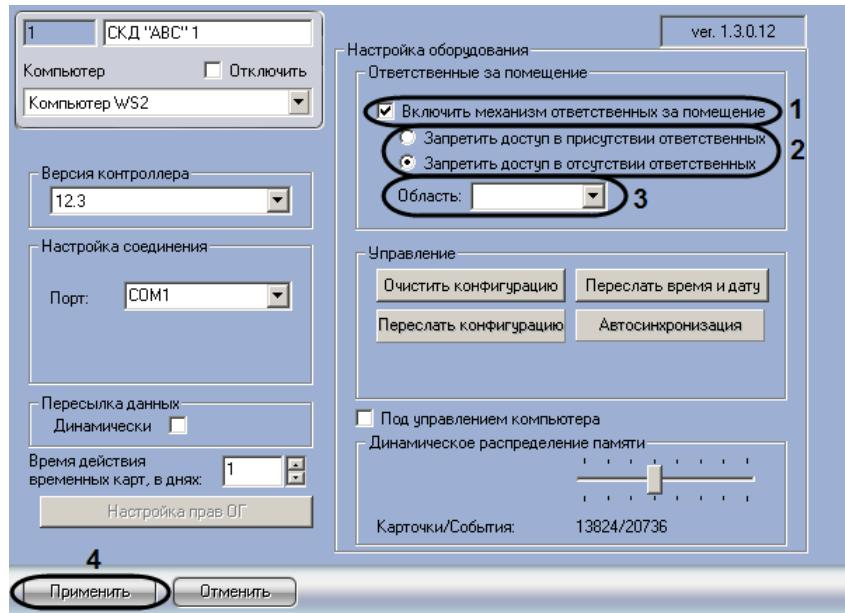

Рис. 3.2—10 Настройка механизма ответственных за помещение
2. Перейти на панель настройки объекта СКД “ABC” (Рис. 3.2—10).
3. Для включения механизма ответственных за помещение установить флагок **Включить механизм ответственных за помещение** (см. Рис. 3.2—10, 1).
4. В случае, если требуется запретить доступ в помещение в присутствии ответственных, установить переключатель в положение **Запретить доступ в присутствии ответственных**. В случае, если требуется запретить доступ в помещение в отсутствие ответственных, установить переключатель в положение **Запретить доступ в отсутствии ответственных** (см. Рис. 3.2—10, 2)